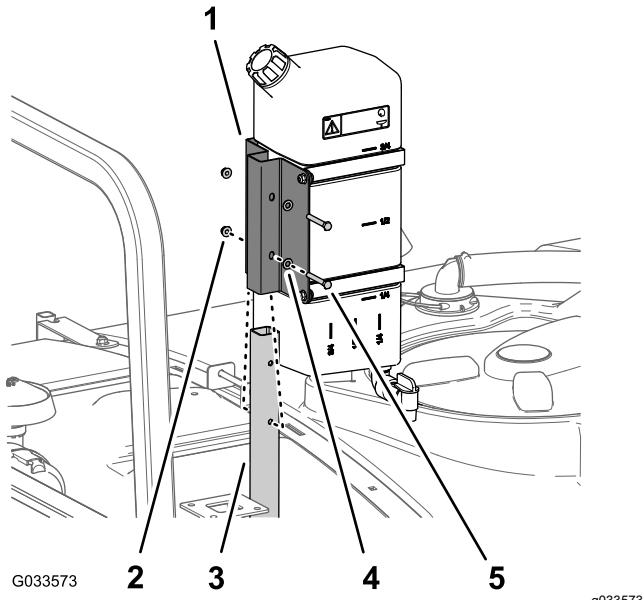

Figura 45
1. Monte o depósito de água limpa e instale no tubo de suporte com os dois parafusos (5/16 pol. x 2 1/4 pol.) e duas porcas de bloqueio flangeadas (5/16 pol.) como se mostra na Figura 45.